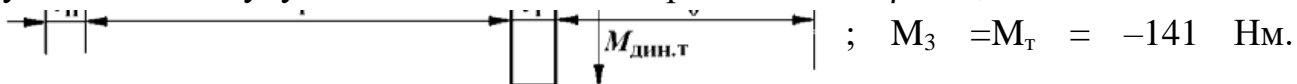

Рис.3. Тахограмма и нагрузочная диаграмма рабочей машины
**Задача 7.** Определить по заданной тахограмме и нагрузочной диаграмме рабочей машины нагрузочную диаграмму привода с предварительно выбранным двигателем. Двигатель привода имеет номинальные данные: мощность  $P_n = 50 \text{ кВт}$ ; скорость  $\omega_n = 100 \text{ рад/с}$ ; момент инерции двигателя с передачей  $J_{дв} \delta = 5 \text{ кгм}^2$ , момент  $M_n = P_n / \omega_n = 500 \text{ Нм}$ . Момент рабочей машины  $M_M = 1250 \text{ Нм}$ ; установившаяся скорость  $\omega_M = 20 \text{ рад/с}$ ;  $\eta = 0,5$ . Тахограмма рабочей машины приведена на рис.3. Время пуска  $t_{п} = 2 \text{ с}$ , время торможения  $t_{т} = 2 \text{ с}$ , время работы  $t_p = 26 \text{ с}$  и время паузы  $t_0 = 20 \text{ с}$ . Коэффициент ухудшения теплоотдачи в периоды пуска и торможения  $\gamma_t = 0,75$ ; коэффициент, учитывающий ухудшение теплообмена при остановке  $\beta_t = 0,5$ .
**Задача 8.** Привод с двигателем ( $P_n = 15 \text{ кВт}$ ,  $\omega_n = 100 \text{ рад/с}$ ,  $M_n = 150 \text{ Нм}$ ) работает по тахограмме, приведенной на рис.3. Коэффициент ухудшения теплоотдачи в периоды пуска и торможения  $\gamma_t = 0,75$ ; коэффициент, учитывающий ухудшение теплообмена при остановке  $\beta_t = 0,5$ . Моменты  $M_1$